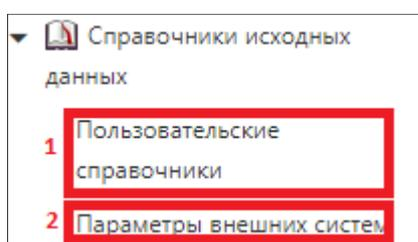

Рисунок 3.4.1 – Модуль «Справочники исходных данных»
Модуль состоит из двух подразделов: (1) «Пользовательские справочники» (рис. 3.4.1) и (2) «Параметры внешних систем» (рис. 3.4.1).